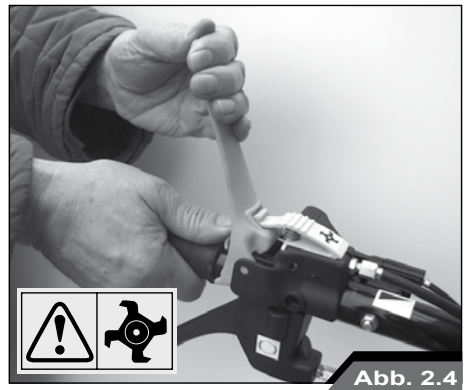

Abb. 2.4
- immer mit beiden Händen betätigt werden. Lösen Sie den Sicherheitsanschluss des Messerrotorkupplungshebels wie auf der Abbildung dargestellt (Abb. 2.4).